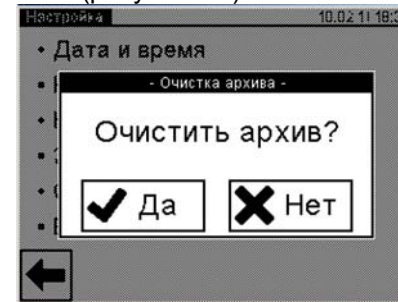

Рисунок 6.10
2) Перейти в окно "Очистка архива", для чего в окне "Настройка" нажать на строку "Очистить архив", на экране появится окно "Очистка архива" (рисунок 6.10)